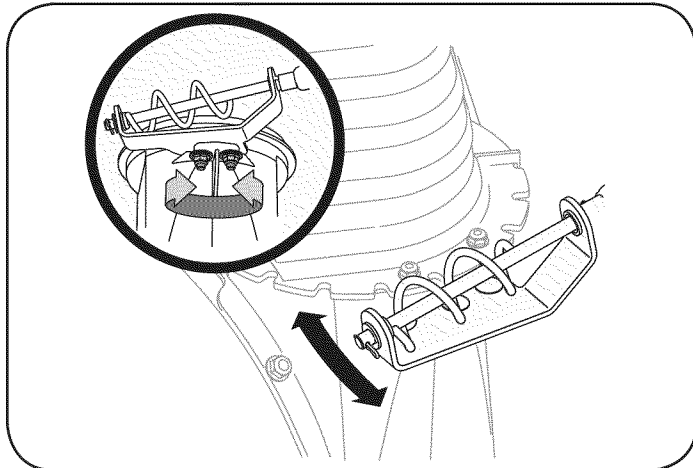

Figura 25
1. Aflojar las dos tuercas que aseguran el soporte de la tolva y recolocar ligeramente. Vea la Figura 25.